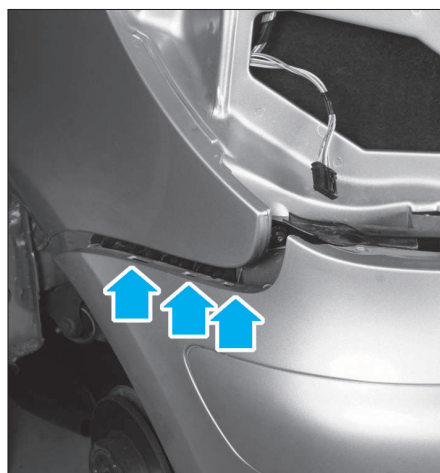

FIG. 109
- De chaque côté, déclipper le pare-chocs (Fig.109).